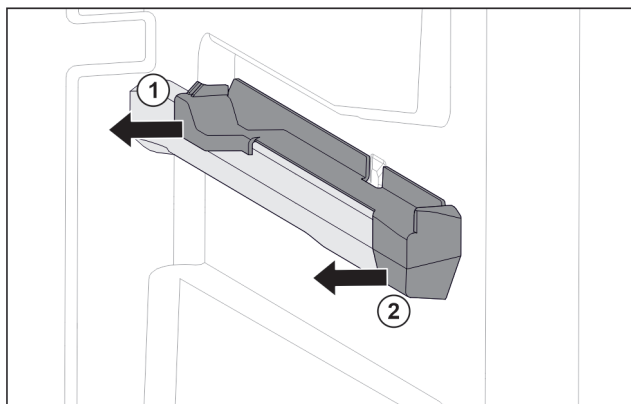

Fig. 73 Element nasadzany na prawym żebrze pojemnika
- Odciągnąć element nasadzany z tyłu w bok. Fig. 73 (1)
- Odciągnąć element nasadzany z przodu w bok. Fig. 73 (2)